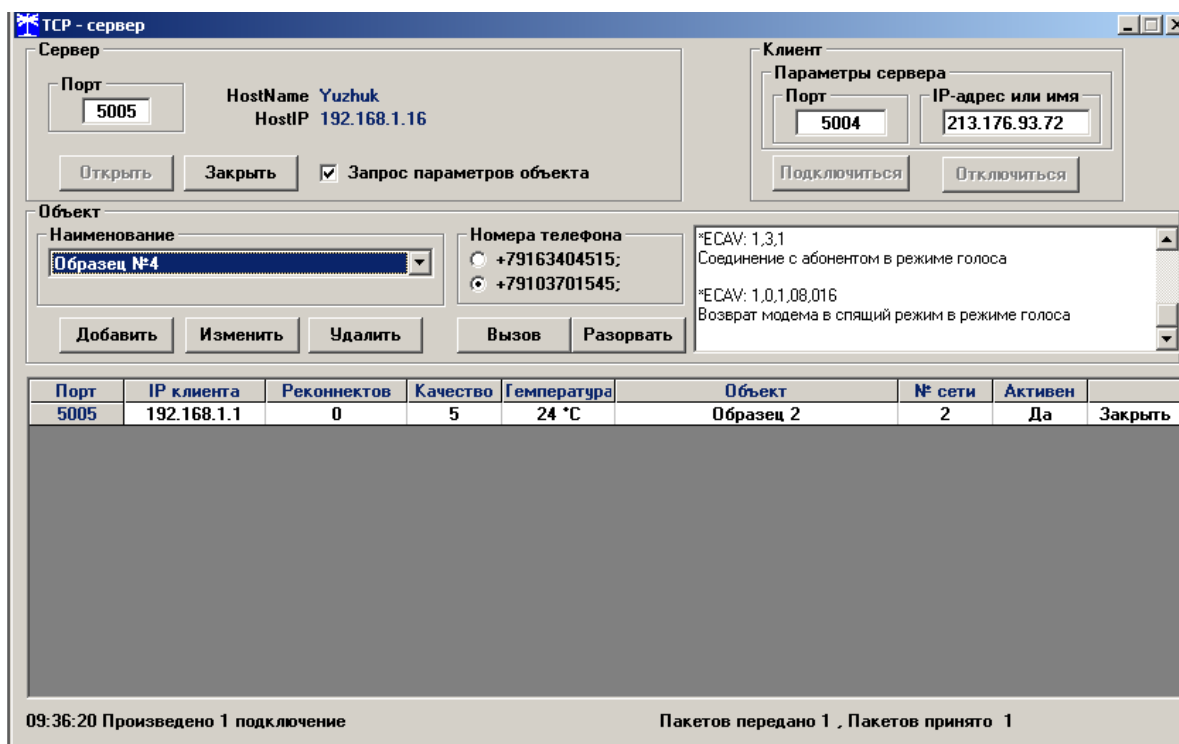

Рисунок 16 – Форма «TCP-сервер»
5.2.6.3 Ввести параметры вызова объекта в форме «ТСР-сервер» (рисунок 16). Нажать кнопку «Добавить» в группе элементов «Объект» и ввести параметры объекта: